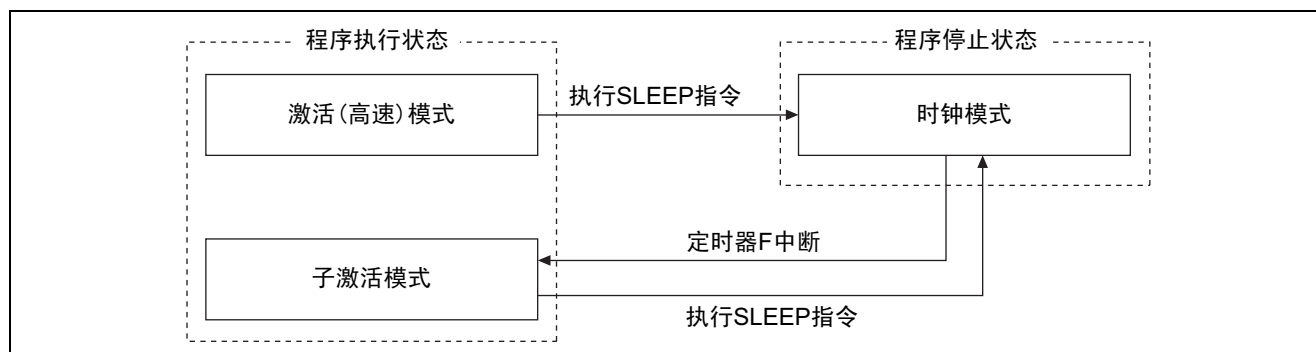

图 1 本例子的模式转移图
- (1) 使用 38.4kHz 的子时钟 (ϕ_w)，由定时器 F 进行钟表运行。
- (2) 每 1sec 发生一次定时器 F 中断，将设定在 RAM 中的钟表计数器进行累加计数。
- (3) 设定在 RAM 中的钟表计数器以 8 位的秒计数和 8 位的分计数从 00 分 00 秒开始累加计数，如果累加计数到 59 分 59 秒，就在下一次计数时初期化成 00 分 00 秒，重新继续进行累加计数。
- (4) 在初始设定结束后从激活 (高速) 模式转移到时钟模式、通过定时器 F 中断请求转移到子激活模式、将设定在 RAM 中的计数器进行递增，然后再转移到时钟模式。
- (5) 本例子的模式转移图如图 1 所示。